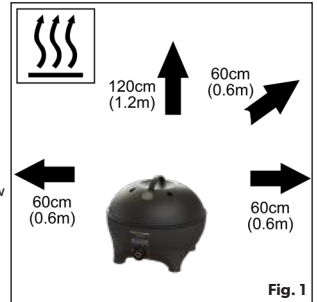

Fig. 1
- Nie używaj grilla w promieniu 60 cm od materiałów palnych. Minimalne bezpieczne odległości to: 1,2 m nad grillem. Z tyłu i po bokach 60 cm (patrz rys. 1).